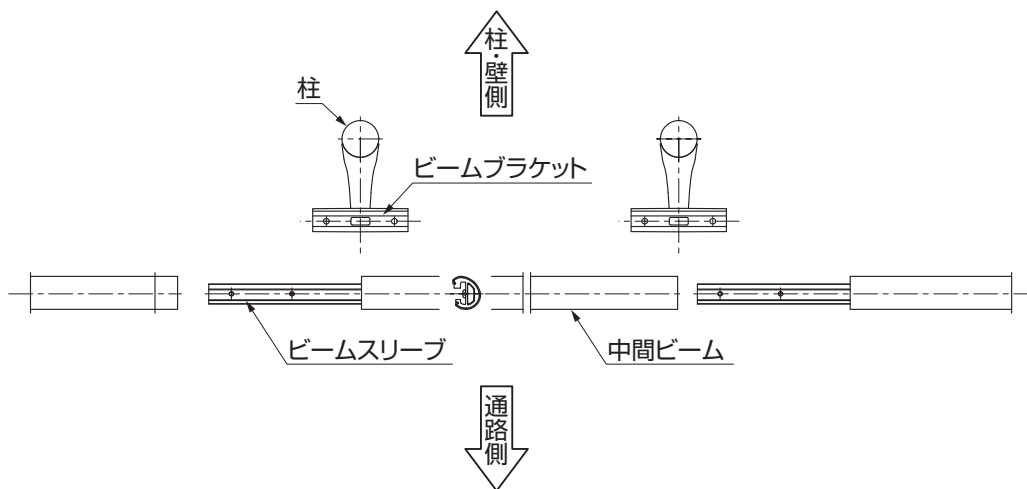
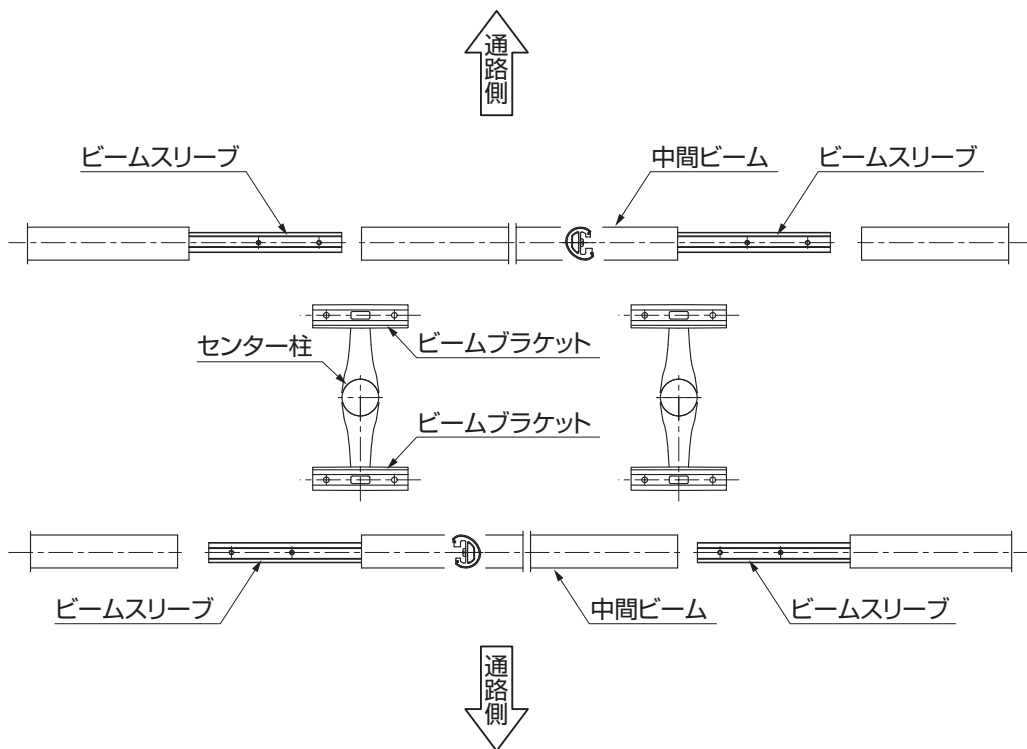

図3-1 フロント1段仕様・壁付仕様の場合
図3-2 センター柱仕様の場合
- ビームを取付ける場合、柱・ブラケットとビームの向きは、「図3-1」,「図3-2」を参照してください。